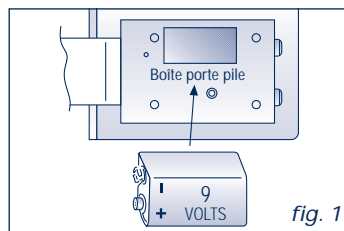

fig. 1
3. Introduire ou remplacer la pile (9 V alcaline type 6LR61) et remettre le couvercle (voir Fig. 1)
3. Setzen Sie die Batterie ein oder tauschen Sie sie aus (Alkalische Batterie zu 9V Typ 6LR61) und bringen Sie den Deckel wieder an (siehe Abb. 1);